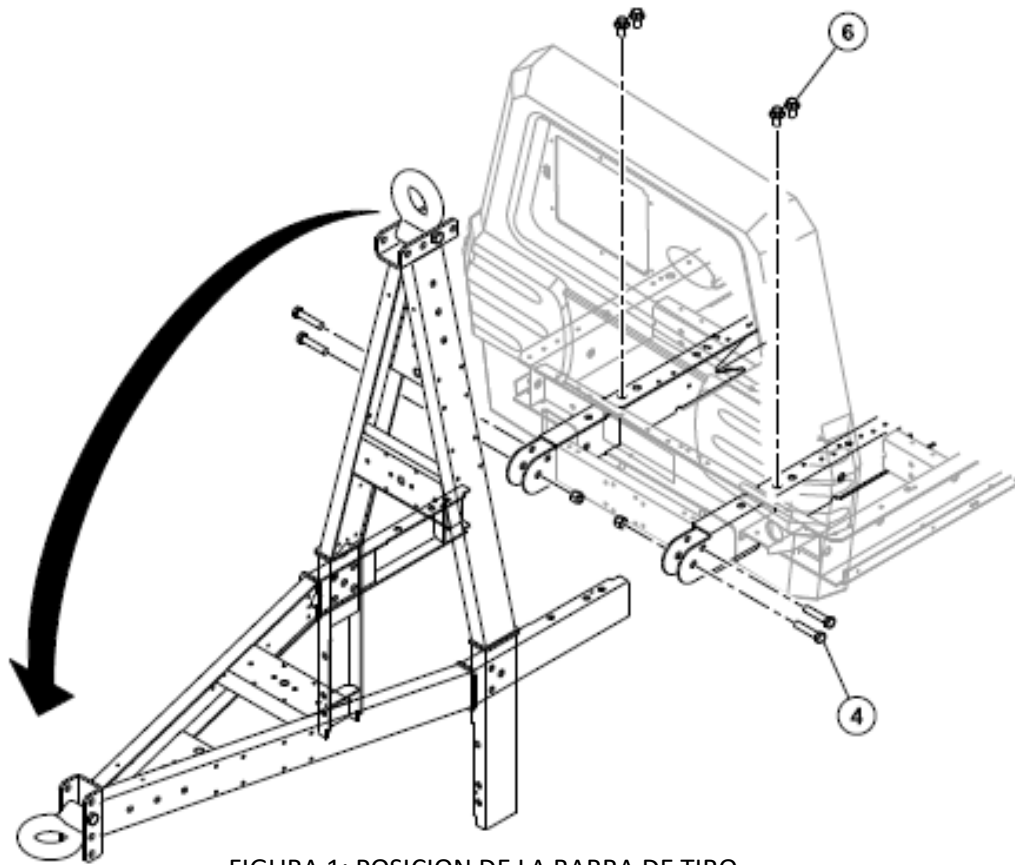

FIGURA 1: POSICION DE LA BARRA DE TIRO
4. Remueva los tornillos retenedores temporales de ambos lados del chasis en la conexión de la barra de acarreo (vea Figura 1).
6. Instale los cuatro tornillos (con asegurador de cuerdas pre-aplicado) a los cuatro puntos dentro del compartimiento y apriete con un torque de 68 libras-pie (9.4 kg-m) (vea figura 1).